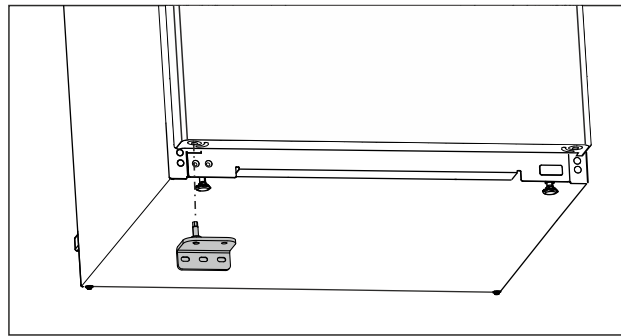

Fig. 20
- Helyezze be az alsó csapágybakot az ellenkező oldalon. (lásd Fig. 20)